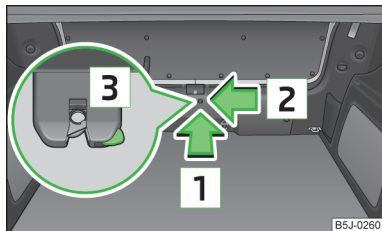

Abb. 19
- In die Öffnung in der Verkleidung in Pfeilrichtung  » Abb. 19 einen Schraubendreher oder ein ähnliches Werkzeug bis zum Anschlag einführen.